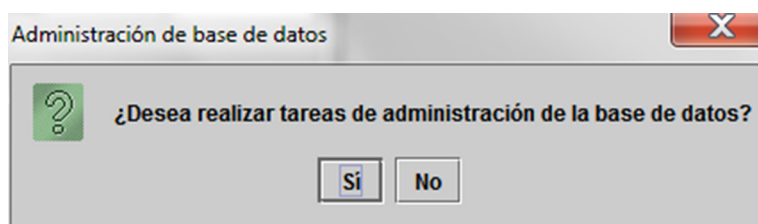
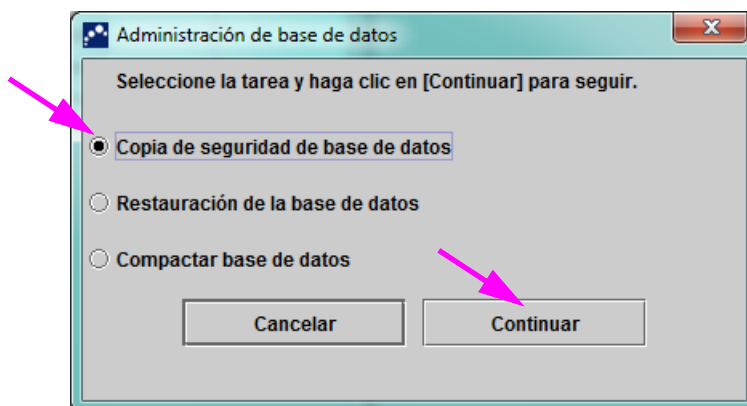

Figura 5-72. Cuadro de diálogo Administración de base de datos
Figura 5-73. Ventana Administración de base de datos
El administrador del sistema GeneXpert Dx especifica si tiene los permisos necesarios para las tareas de administración de los datos. Consulte el apartado 2.13, Definición de usuarios y permisos. Consulte al administrador del sistema GeneXpert Dx para que los permisos se adapten a sus necesidades. Si los **Recordatorios de administración de la base de datos** están activados, se le notificará que realice la administración de la base de datos al iniciar el sistema. El mensaje sólo aparece si el usuario tiene privilegios para realizar estas tareas. Si el usuario no tiene ninguno de estos privilegios, o si la opción **Recordatorios de administración de la base de datos** está desactivada, no se mostrará el mensaje. Consulte la figura 5-72.
8. Si no quiere realizar tareas de gestión de la base de datos, haga clic en **No** en el cuadro de diálogo Administración de base de datos (consulte la figura 5-72) y vaya al apartado 5.2.3.2, Recordatorio de vencimiento del almacenamiento.
Si desea realizar las tareas de administración de la base de datos, haga clic en **Sí** en el cuadro de diálogo Administración de base de datos (consulte la figura 5-72). Aparece el cuadro de diálogo Administración de base de datos. Consulte la figura 5-73.
1. Seleccione **Copia de seguridad de base de datos** en la ventana Administración de base de datos (consulte la figura 5-73).